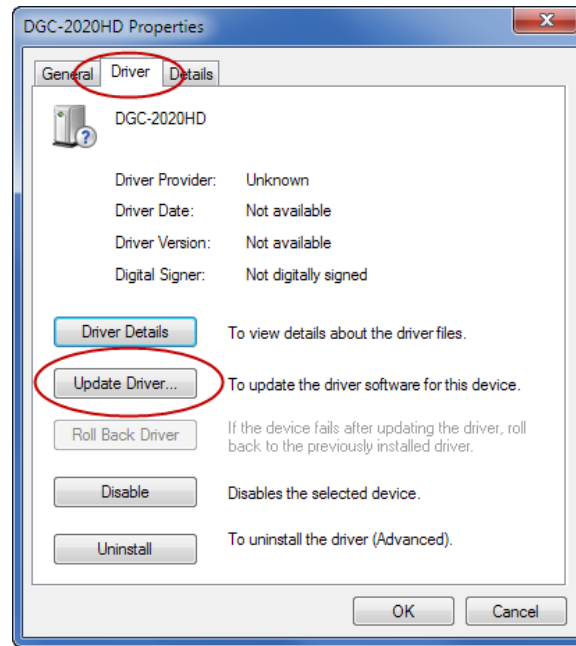

Figura 9-3. Propiedades del DGC-2020HD
Paso 3: En las ventanas Propiedades, seleccione la pestaña Controladores y haga clic en Update Driver (Actualizar controladores). Consulte la Figura 9-3.